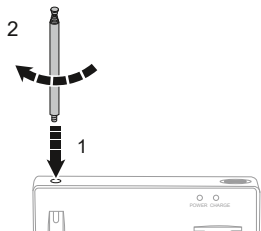

Abb. 5
5. Schrauben Sie die Antenne in die vorgesehene Buchse am Sender (Abb. 5)